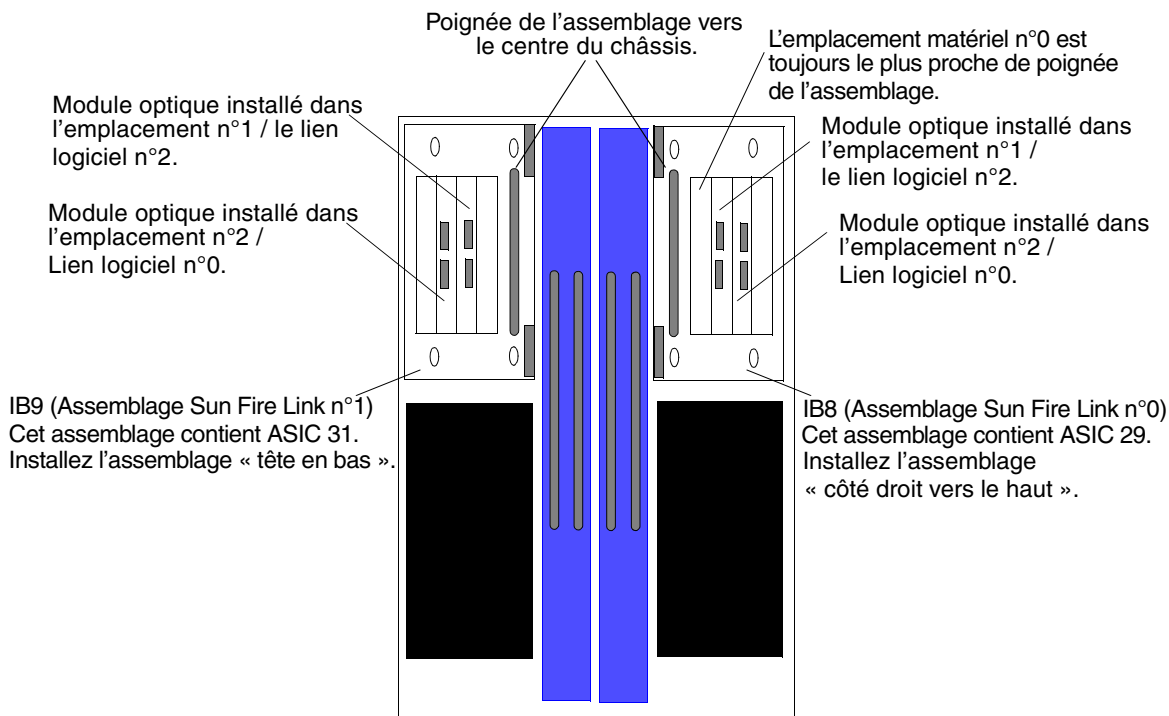

FIGURE 2-1 Conventions de désignation matérielle dans un système Sun Fire 6800
La FIGURE 2-1 illustre les conventions de désignation dans les systèmes Sun Fire 6800. Chaque composant peut être désigné par son emplacement matériel et par son nom logiciel. Ces conventions sont respectées dans tous les diagrammes et tableaux de câblage Sun Fire 6800 de ce chapitre.
Les conventions de désignation/ d'étiquetage suivantes s'appliquent aux systèmes Sun Fire 6800 et sont illustrées à la FIGURE 2-1 :
- La poignée de l'assemblage Sun Fire Link doit être installée vers le centre du châssis (FIGURE 2-1).
- Dans le logiciel Sun Fire Link, « Link 2 » fait référence au module qui se trouve dans *l'emplacement matériel* appelé *Emplacement n°1* (FIGURE 2-1).
- Le « Link 0 » logiciel se trouve dans l'emplacement matériel appelé *Emplacement n°2* (FIGURE 2-1).